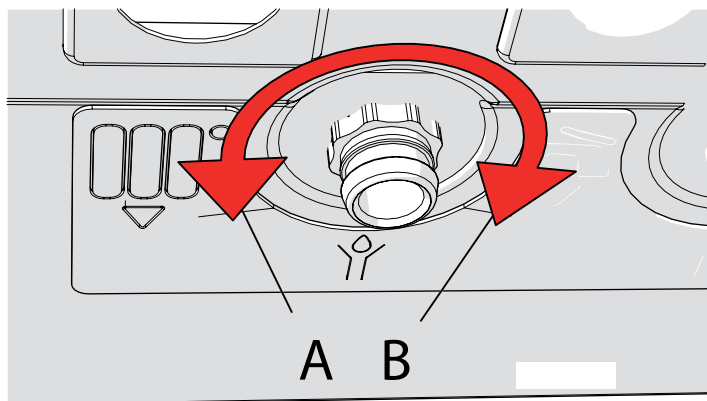

Figura 8-17 - Verso di apertura e chiusura rubinetti
- 6.- aprire i rubinetti di scarico "A" e "B" (vedi senso di rotazione in figura 8-17);